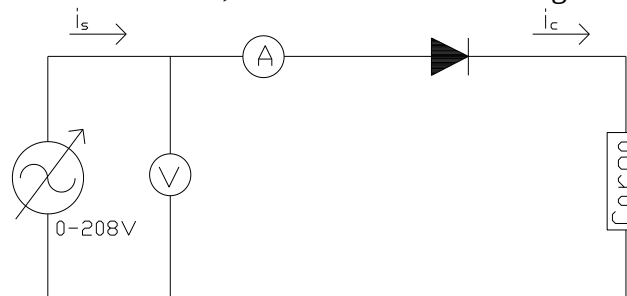
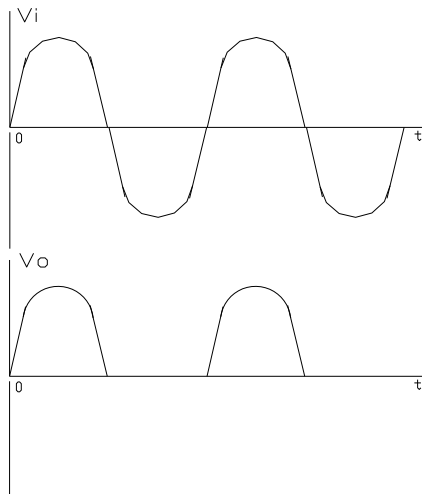

Figura 1.1: Convertidor de media onda monofásico.
Figura 1.3: Señal Monofásica
El rectificador monofásico de media onda: El circuito de la figura 1.1, solo rectifica la mitad de entrada, cuando el diodo esta en polarización directa. El funcionamiento consiste en tomar de la red una señal senoidal de valor medio nulo, y proporcionar una señal unidireccional, pero no constante como se aprecia en la figura 1.3.
1. Arme el circuito de la figura 1.1.